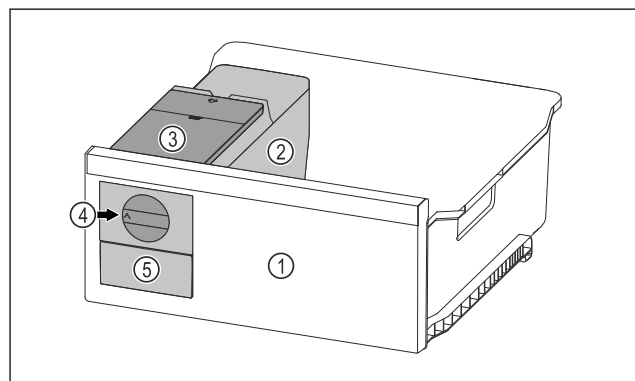

Fig. 95 Ілюстративне зображення
- ▶ Поворотну ручку Fig. 95 (4) повернути за годинниковою стрілкою до упору.
- ▷ Кубики льоду випадають із ванночки для кубиків льоду у висувний ящик для кубиків льоду Fig. 95 (5). Якщо не всі кубики льоду виймаються з ванночки для кубиків льоду: